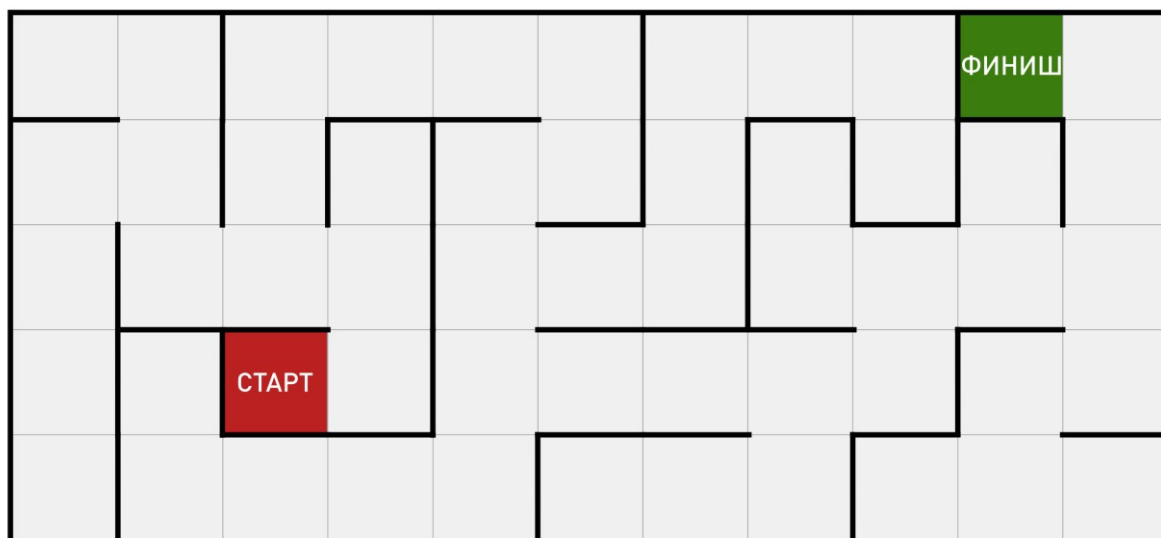

Рис. 3. Схема поля
2.3. Зона старта и зона финиша ограничены черной линией. Ячейка с зоной старта (далее – зона старта) обозначена красным цветом, ячейка с зоной финиша (далее – зона финиша) – зелёным (см. рис. 3).